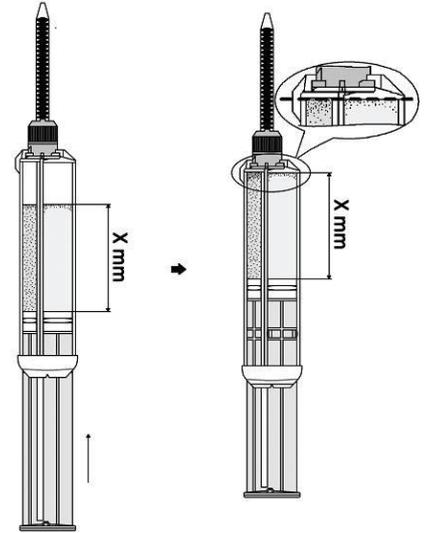

Fig. 7
11. Empuje el émbolo hasta que las soluciones estén al ras con la punta del cuerpo de la jeringa (fig. 7). Después de eliminar el aire residual, el dispositivo está listo para prellenar la punta del aplicador.